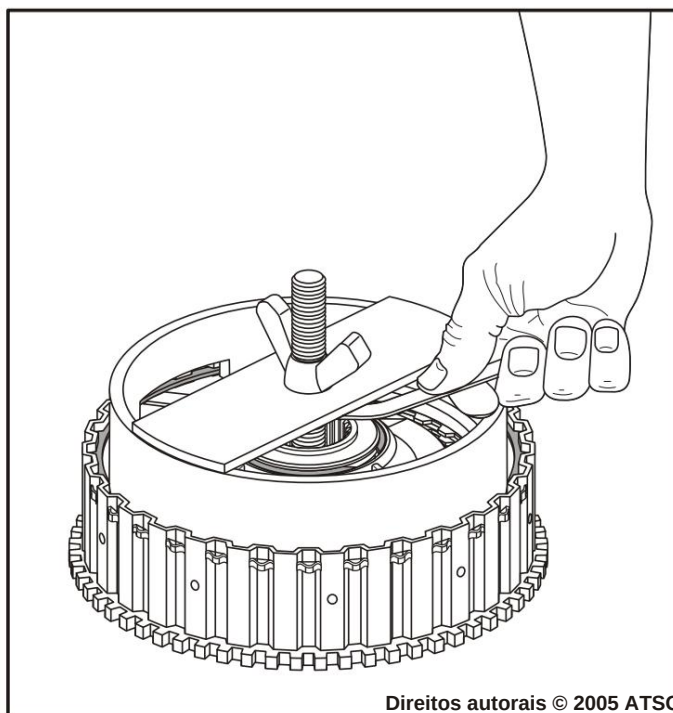

Figura 118
Nota: As placas revestidas com Underdrive são "onduladas" em todos os modelos e deve ser comprimido como mostrado na Figura 118 para obter o ajuste adequado leitura da folga da embreagem. O underdrive placas de fricção foram alteradas em maio de 2000 para uma fricção com onda menos perceptível, mas ainda deve ser compactado.
16. Comprima as placas e meça com o apalpador calibre entre o anel elástico e a placa de apoio, conforme mostrado na Figura 118.